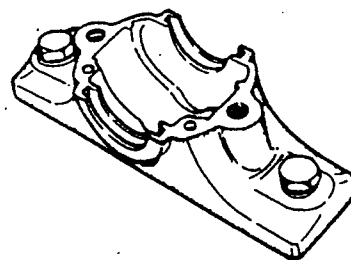

図19
- (1) ブランマブロックの下部本体を取付座に仮締めする(図19参照)。